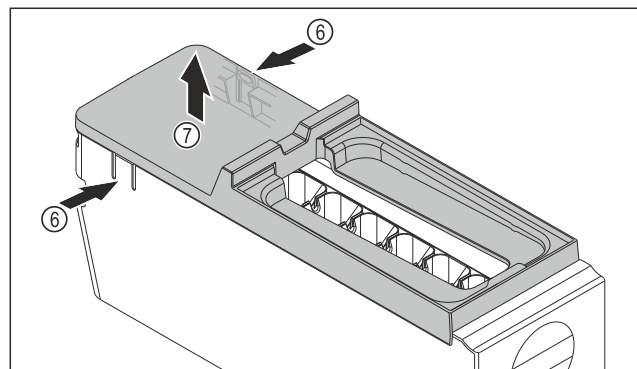

Fig. 79
- ▶ Afdekking van de EasyTwist-Ice-corpus wegnemen: Strips Fig. 79 (6) aan beide zijden van de EasyTwist-Ice-corpus met een hand indrukken.
- ▶ Afdekking Fig. 79 (7) met de andere hand van bovenaf wegnemen.